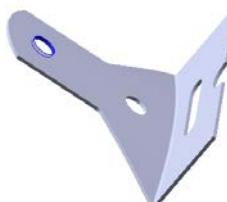
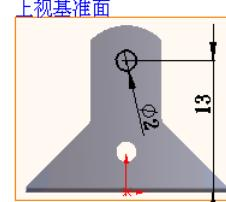

图 3.16 切除一拉伸 5
图 3.17 横断面草图
Step8. 创建图 3.16 所示的切除一拉伸 5。
(1) 选择命令。选择下拉菜单 **插入(I)** → **切除(C)** → **拉伸(E)...** 命令。
(2) 定义特征的横断面草图。
① 定义草图平面。选取上视基准面作为草图平面。
② 定义横断面草图。在草图环境中绘制图 3.17 所示的横断面草图。
(3) 定义切除深度属性。在“切除一拉伸”对话框 **方向1** 区域的 **下拉列表** 中选择 **成形到下面** 选项，选中 **正交切除(N)** 复选框。其他采用系统默认设置值。
(4) 单击 按钮，完成切除-拉伸 5 的创建。